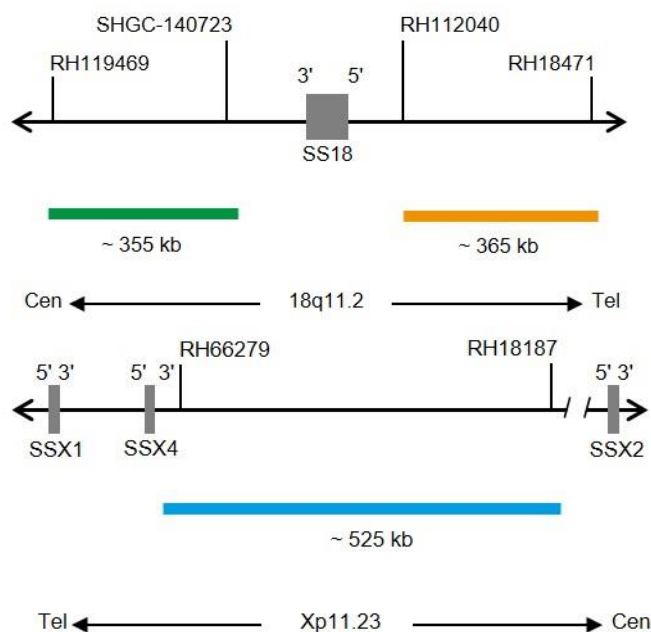

Fig. 1: Arriba: SPEC SS18 Mapa de la sonda; abajo: SPEC SSX1 Mapa de la sonda (no está a escala)
- Polinucleótidos marcados en verde (excitación a 503 nm/emisión a 528 nm) ZyGreen (~10 ng/μl), dirigidos a secuencias localizadas en 18q11.2* (chr18:23,109,942-23,466,217) proximales a la región del punto de ruptura de SS18 (ver Fig. 1).
- Polinucleótidos marcados en naranja (excitación a 547 nm/emisión a 572 nm) ZyOrange (~4,5 ng/μl), dirigidos a secuencias localizadas en 18q11.2* (chr18:23,772,255-24,137,169) distales a la región del punto de ruptura de SS18 (ver Fig. 1).
- Polinucleótidos marcados en azul (excitación a 418 nm/emisión a 467 nm) ZyBlue (~37,0 ng/μl) dirigidos a secuencias localizadas en Xp11.23* (chrX:48,265,856-48,792,674) proximales a la región del punto de ruptura de SSX1 (ver Fig. 1).